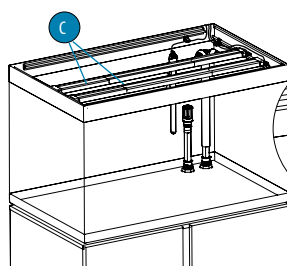

Fig. 8
1. Anbring forsigtigt LED-lysriben (C) på toprammen i den endelige position.
2. Træk kablerne til LED-lysriben ud af akvariet (se fig. 8).
1. Anbring kroge til el-kabel (D), hvor det er mest hensigtsmæssigt, ved at skubbe dem ind i den nederste rille på begge skinner (fig. 8) og træk kablerne ud af akvariet.
2. Placer kabelguide overkant (E) hen over glasset på akvariet.